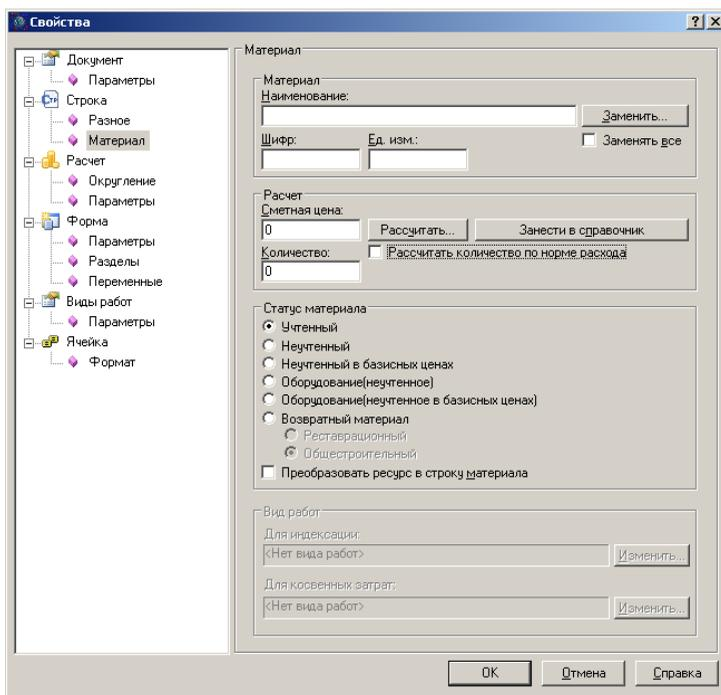

Рис. 4.23 Диалоговое окно «Свойства» раздел «Строка» / «Материал».
В строках «Ресурс» и «Возврат материала» производится расчет объема расходуемого (возвращаемого) материала по его норме расхода. Норму расхода или возврата материала можно увидеть и изменить, активизировав строку «Ресурс» или «Возврат материала» соответственно, а также в разделе «Строка» / «Материал» диалогового окна «Свойства» (Рис. 4.23).
- в раздел «Строка»/«Материал» диалогового окна «Свойства», вызванного для строки «Ресурс» или «Возврат материала» (Рис. 4.23).